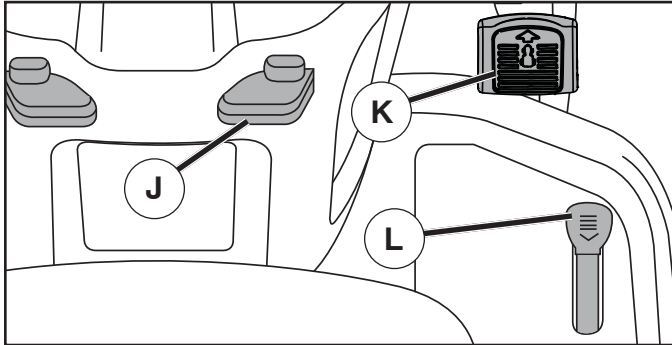

Fig. 20
- Apretar lentamente el pedal marcha adelante (K) y atrás (L) para iniciar el movimiento. Más se aprieta el pedal y mayor es la velocidad.
UTILIZAR EL MANDO CRUCERO (J) (See Fig. 20)